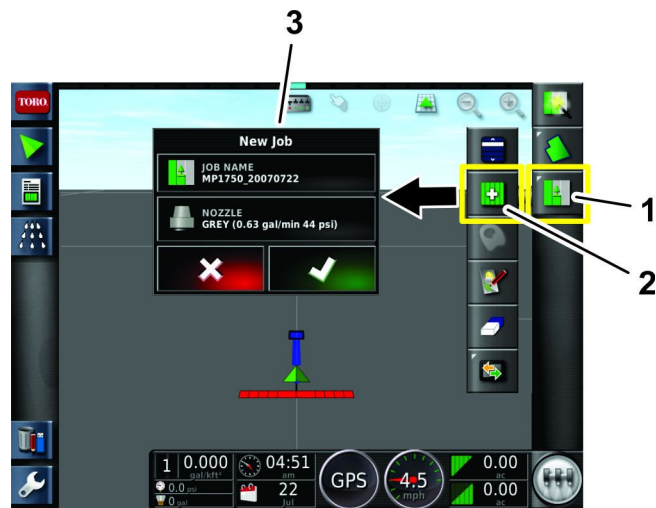

Figura 131
5. Pressione o ícone Menu de serviços na parte superior direita do ecrã (Figura 131).
6. Digite um novo nome para o serviço ou mantenha a data/hora padrão (Figura 131).